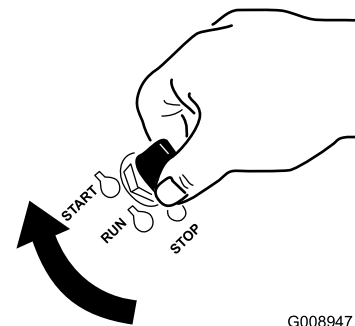

Figura 12
1. Gire la llave de contacto a la posición de ARRANQUE (Figura 12).
6. Gire la llave de contacto a la posición de ARRANQUE (⌚). Figura 12 Cuando el motor arranque, suelte la llave.